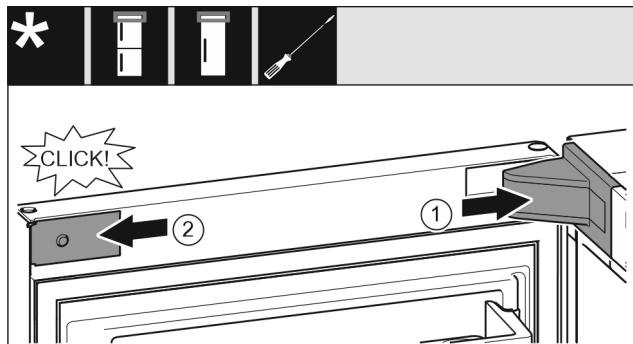

Fig. 20
- Namestite pokrov in ga zataknite, po potrebi ga previdno potisnite narazen. Fig. 20 (1)
- Ob strani namestite zaslonko in jo zataknite. Fig. 20 (2)